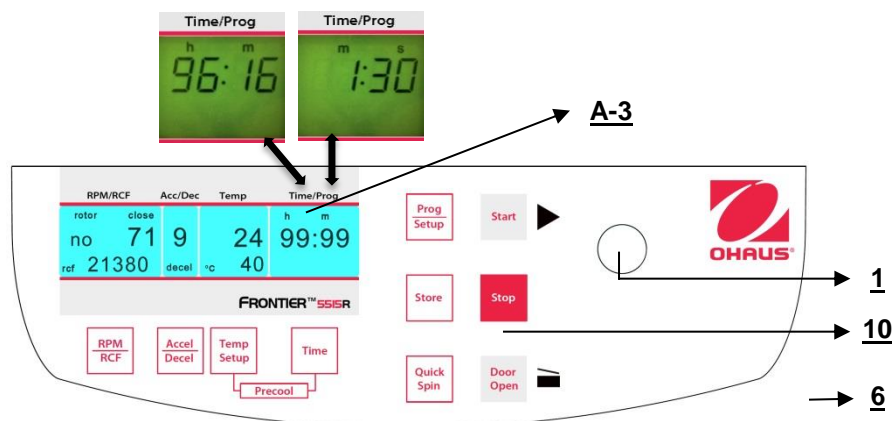

Abbildung. 17
3. Der dauerhafte Betrieb "**cont**", der durch die Taste "**Stop**" (10) unterbrochen werden kann (siehe Abbildung 17).
Die Betriebszeit kann vorab ausgewählt werden, während der Deckel offen oder geschlossen ist. Um die Einstellung der Betriebszeit einzustellen, drücken Sie die Taste "**Zeit**" (6). Auf der Anzeige "**Time/Prog**" (A-3) blinkt die Anzeige "**m : s**" oder "**h : m**", je nach vorheriger Einstellung. Um den gewünschten Wert einzustellen, benutzen Sie den Anpassknopf (1). Nachdem 59 min 50 sec überschritten werden, wechselt die Anzeige automatisch auf "**h : m**". Nachdem 99 Stunden 59 min überschritten werden, erscheint das Wort "**cont**" in der Anzeige "**Time/Prog**" (A-3). Dieser dauerhafte Betrieb kann nur durch Drücken der Taste "**Stop**" (10) unterbrochen werden. Der Countdown beginnt sobald die eingestellte Geschwindigkeit erreicht ist. Die Anzeige zeigt immer die verbliebene Zeit. (Siehe Abbildung 17)